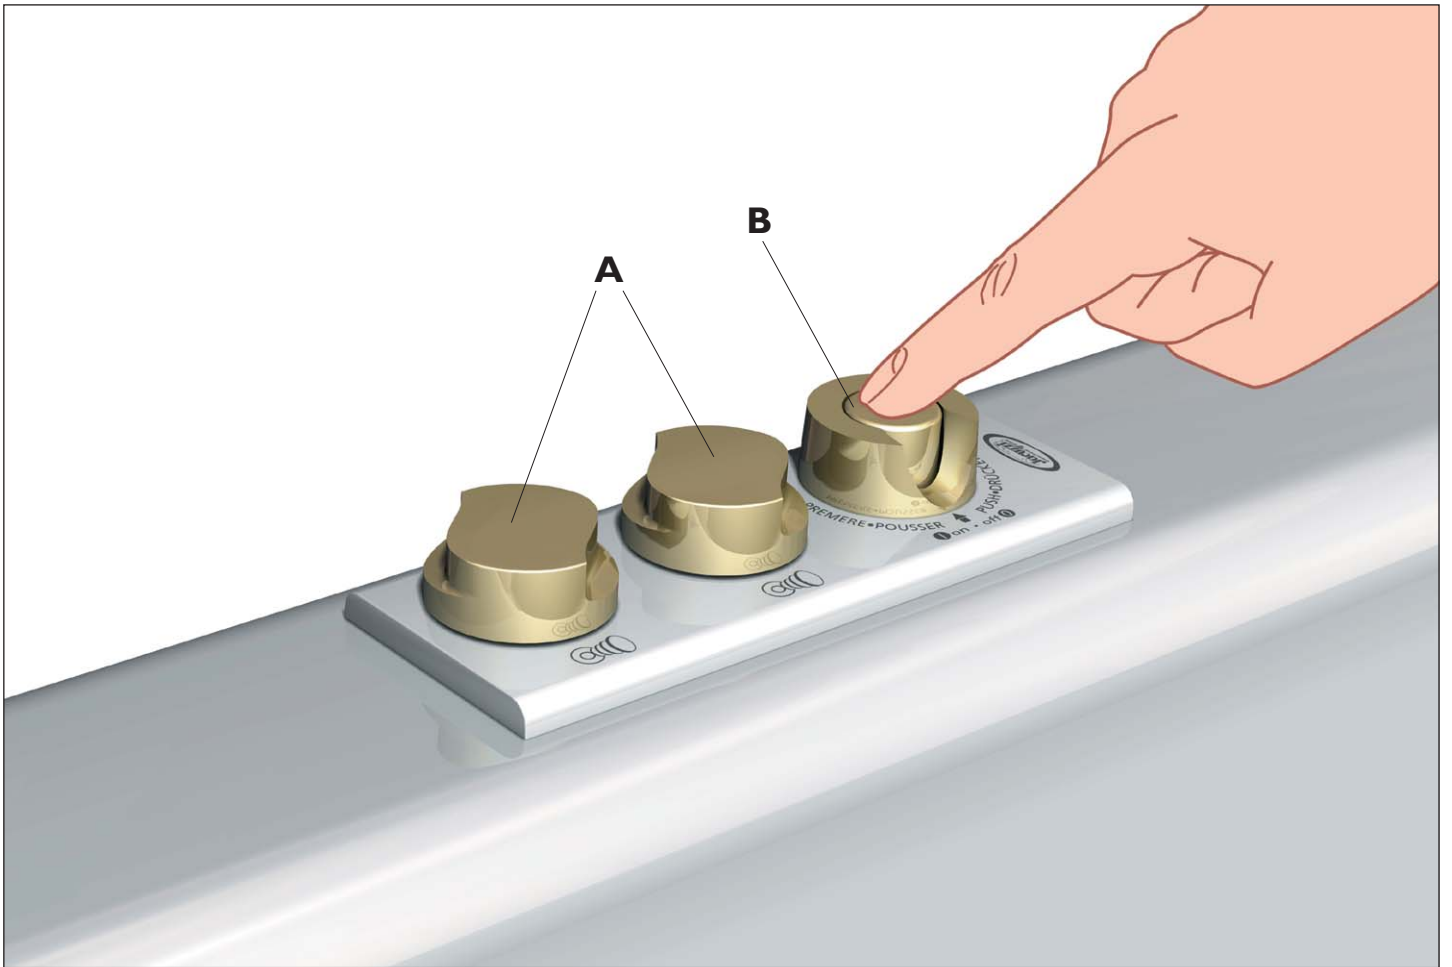
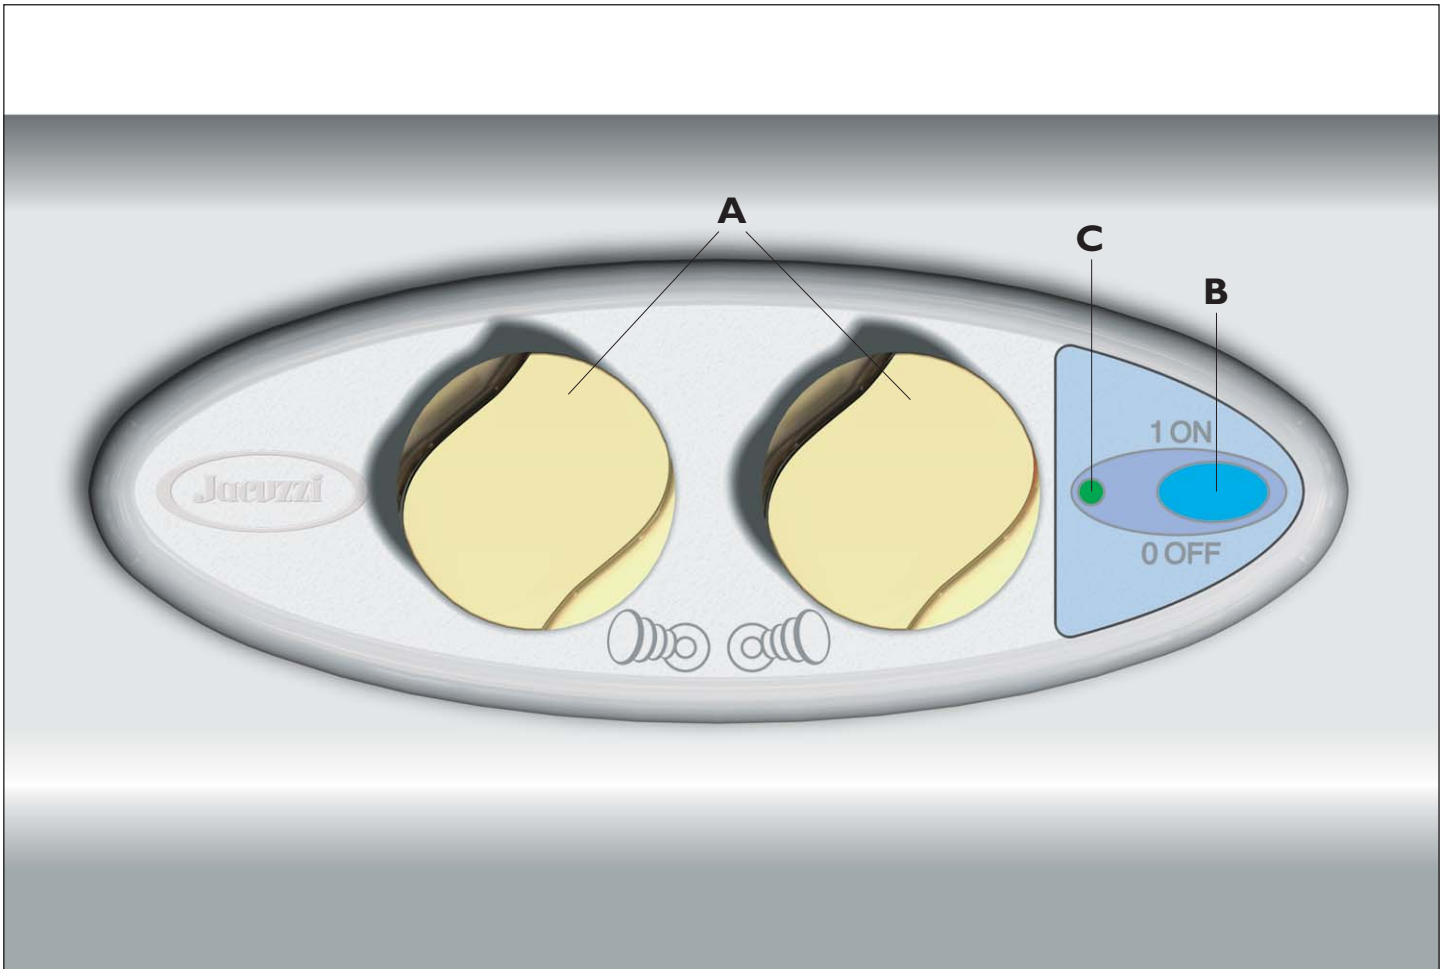

Fig. 5
Fig. 6
Tutti i comandi dell'idromassaggio sono raggruppati su una mascherina di forma rettangolare o ovale, posta sul bordo della vasca (vedi Fig. 5 e 6). A fianco dei pomelli di regolazione della miscela aria-acqua (a comando manuale) troviamo il comando di accensione/spegnimento dell'idromassaggio, che può essere di tipo pneumatico (Fig. 5) e con un design perfettamente integrato con i pomelli regolazione aria, oppure di tipo elettronico (Fig. 6).
Legenda dei comandi (Fig. 5 e 6)
Il pulsante ad azione pneumatica (Fig. 5) è totalmente isolato dal circuito elettrico della vasca, mentre il pulsante elettronico ed il relativo led (Fig. 6) sono alimentati a bassissima tensione; tutto ciò a garanzia della sicurezza totale.
- Per godere dell'idromassaggio Jacuzzi® è sufficiente immergersi nell'acqua e premere il pulsante d'avvio (B) (vedi Fig. 5 e 6). Sui modelli con pulsante elettronico (Fig. 6), all'avvio della pompa si accende anche il led verde (C) posto vicino al pulsante; quando la pompa si ferma il led si spegne. Il livello dell'acqua in vasca, una volta immersi, deve coprire adeguatamente le bocchette (vedi Fig. 1).
**N.B.:** le bocchette idromassaggio ed aspirazione della Sua vasca rimangono chiuse se l'idromassaggio è spento. Premendo il pulsante (B) parte subito la pompa e contemporaneamente si apre la bocchetta di aspirazione. L'erogazione dalle bocchette idromassaggio inizierà pertanto con un certo ritardo (circa 7 secondi), quando cioè l'acqua avrà riempito totalmente il circuito idraulico.
- La durata dell'idromassaggio è stata programmata in 20 minuti circa; dopo questo tempo il ciclo termina automaticamente, ma è comunque possibile fermarlo prima, ripremendo il solito pulsante di avvio (B) (vedi Fig. 5 e 6). In ogni caso, qualsiasi sia il motivo per cui l'idromassaggio si era fermato (mancanza corrente, abbassamento livello, comando manuale), premendo di nuovo il pulsante d'accensione, il ciclo riparte sempre dall'inizio.
All the hydromassage controls are grouped together on an oblong or oval panel situated on the edge of the bath (see Figs. 5 and 6). Alongside the knobs for adjusting the air-water mixture (which is manually controlled) is the hydromassage on/off switch, which may be of the pneumatic type (fig. 5), with a design perfectly suited to the air control knobs, or it may be electronic (fig. 6).
Key to controls (figs. 5 and 6).
The pneumatic button (fig. 5) is totally isolated from the bath's electric circuit, whereas the electronic button and LED indicator (fig. 6) are powered on a very low voltage; in both cases total safety is assured.
- To enjoy a Jacuzzi® hydromassage, just get in the water and press the start button (B) (see Fig. 5 and 6). On the models with an electronic button (fig. 6), when the pump starts the green LED (C) near the button also comes on; when the pump stops, the LED goes off.
**N.B.:** The hydromassage outlets and inlets in your bath remain closed if the hydromassage is switched off. Pressing the button (B) makes the pump start immediately and simultaneously opens the suction inlet. The water supply from the hydromassage jets will thus start after a slight delay (about 7 seconds) after the water has had time to completely fill the water circuit.
- The length of the hydromassage has been programmed to be about 20 minutes; after this time the cycle terminates automatically, but it can be stopped beforehand if necessary by pressing the start button again (B) (see Fig. 5 and 6).
Sämtliche Steuerungen für das Whirlpoolsystem sind auf einer im Wannenrand eingebauten, rechteckigen oder ovalen Bedienungsblende angeordnet (siehe Fig. 5 und 6). Neben den Drehknebeln zur manuellen Regelung des Wasser-/Luftwirbels ist die Taste ON/OFF für das Whirlpoolsystem angeordnet, und zwar entweder eine Pneumatik-Taste (Fig. 5), die sich dem Design der Luftregler-Drehknebel perfekt anpaßt, oder eine elektronisch gesteuerte Sensortaste (Fig. 6).
Beschreibung der Bedienungen (Fig. 5 und 6)
Die Pneumatik-Taste (Fig. 5) ist vollkommen vom Steuerkreis der Wanne abgetrennt und die Taste ON-OFF wird über einen Schwachstromkreis, der absolute Betriebssicherheit gewährleistet, versorgt.
• Um das Jacuzzi®-Whirlpoolbad in vollen Zügen zu genießen, steigen Sie in die mit Wasser aufgefüllte Wanne und drücken Sie die ON-OFF-Taste (B), siehe Fig. 5 und 6. Bei den Wannenmodellen mit elektronischer Steuerung leuchtet nach dem Anlaufen der Pumpe auch die der Taste ON/OFF zugeordnete grüne LED (C) auf; schaltet die Pumpe aus, erlischt die LED. Vergewissern Sie sich, daß die Massagedüsen, nachdem Sie in die Wanne gestiegen sind, ausreichend mit Wasser bedeckt sind; siehe Fig. 1.
**Anmerkung:** Die Massage- und Absaugdüsen Ihrer Whirlpoolwanne bleiben bei abgeschaltetem Whirlpoolsystem geschlossen. Wird die Taste ON/OFF (B) gedrückt, läuft die Pumpe sofort an und gleichzeitig öffnet sich die Absaugdüse. Nach etwa 7 Sekunden, wenn das Rohrleitungssystem vollkommen mit Wasser befüllt ist, strömt der Wasser-/Luftwirbel aus den Massagedüsen aus.
• Die Dauer des Whirlpoolbads wird werkseitig auf 20 Minuten eingestellt; nach Ablauf dieser Zeit schaltet das Whirlpoolsystem automatisch aus. Selbstverständlich können Sie das Programm auch vorher, durch erneutes Betätigen der entsprechenden Taste ON/OFF (B) unterbrechen; siehe Fig. 5 und 6. Bei Programmunterbrechung durch Netzspannungsausfall, nicht ausreichend mit Wasser aufgefüllter Wanne oder Betätigen der Taste ON/OFF, wird nach erneutem Tastendruck der komplette, vorgegebene Programmablauf ausgeführt.
Toutes les commandes de l'hydromassage sont regroupées sur un tableau de forme rectangulaire ou ovale, situé sur le bord de la baignoire (voir fig. 5 et 6). A côté des boutons de réglage du mélange air-eau (à commande manuelle), on trouve la commande de mise en marche/arrêt de l'hydromassage, qui peut être de type pneumatique (fig. 5), avec un design parfaitement intégré avec les boutons de réglage de l'air, ou de type électronique (fig. 6). Sur les modèles avec tableau ovale, près du bouton électronique on a également une led de signalisation, de couleur verte, qui s'allume quand l'électropompe est mise sous tension.
Légende des commandes (fig. 5 et 6)
Le bouton à action pneumatique (fig. 5) est totalement isolé du circuit électrique de la baignoire, alors que le bouton électronique et la led correspondante (fig. 6) sont alimentés en très basse tension, ce qui garantit une sécurité totale.
• Pour profiter de l'hydromassage Jacuzzi®, il suffit de se plonger dans l'eau et d'appuyer sur le bouton de mise en marche (B) (voir fig. 5 et 6). Sur les modèles avec bouton électronique (fig. 6), au démarrage de la pompe on a aussi l'allumage de la led verte C) située près du bouton; quand la pompe s'arrête, la led s'éteint.
• L'hydromassage a été programmé pour une durée de 20 minutes environ; une fois que ce temps s'est écoulé, le cycle s'arrête automatiquement, il est toutefois possible de l'interrompre à tout moment, en appuyant de nouveau sur le bouton de marche (voir fig. 5 et 6). Dans tous les cas, quelle que soit la raison pour laquelle l'hydromassage s'est arrêté (absence de courant, diminution du niveau d'eau, commande manuelle), il suffit d'appuyer de nouveau sur le bouton de marche pour faire repartir le cycle depuis le début.
Todos los mandos del hidromasaje están aunados en una carátula cuya forma puede ser rectangular u ovalada, situada en el borde de la bañera (ver Figs. 5 y 6). Al lado de los pomos de regulación de la mezcla de aire y agua (mandos manuales) está el mando de encendido y apagado del hidromasaje, que puede ser de tipo neumático (Fig. 5) y con un diseño perfectamente integrado con los pomos de regulación del aire, o bien de tipo electrónico (Fig. 6).
Leyenda de los mandos (Figs. 5 y 6)
El botón de acción neumática (Fig. 5) está totalmente aislado del circuito electrónico de la bañera, en cambio el botón electrónico y el piloto correspondiente (Fig. 6) están alimentados a bajísima tensión; todo esto para garantizar la seguridad total.
- Para disfrutar del hidromasaje Jacuzzi® es suficiente sumergirse en el agua y oprimir el botón de arranque (B) (véanse Figs. 5 y 6). En los modelos provistos de botón electrónico (Fig. 6), al ponerse en marcha la bomba se enciende también el piloto verde (C) ubicado cerca del botón; cuando la bomba se detiene este piloto se apaga.